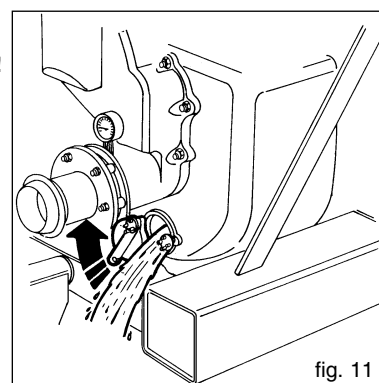

fig. 11
Laat geen vloeistof in het pomphuis. Laat het leeglopen via het deurtje (fig.11). In de wintermaanden kan de vloeistof bevroren en ernstige schade aan de pomp veroorzaken. Wanneer de vloeistof gevaarlijk is, moet men alle voorzorgsmaatregelen nemen om schade en ongevallen te voorkomen vooraleer het pomphuis leeg te maken. Laat de as regelmatig draaien om aanslag binnenin de pomp te vermijden.
- De gepompte vloeistof uit het pomphuis aflaten via het afvoerdeurtje (fig. 11).